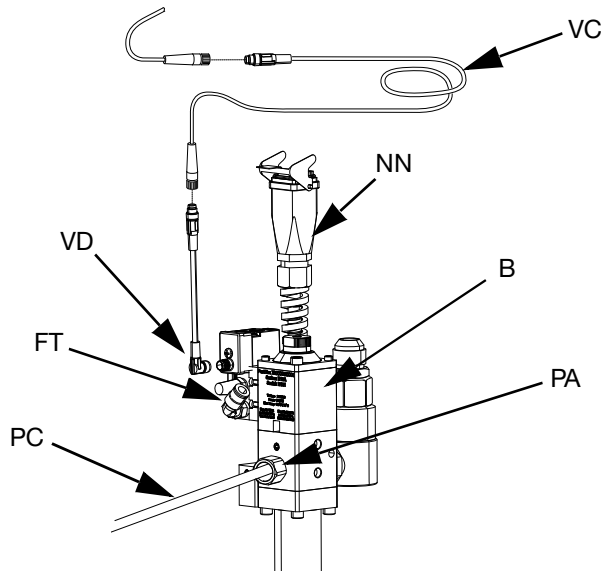

FIG. 31
12. Raccorder la conduite d'air (AR) (non fournie) au raccord d'air (FT) sur l'électrovanne de distribution. Voir le manuel d'Instructions – Pièces des vannes de distribution iQ. Voir FIG. 31.
- a. Connecter le câble de l'électrovanne (VC) à l'extrémité du câble du répartiteur M8 à 4 broches attaché au port 4 sur le moteur électrique (AB). Voir **Raccords de communication du moteur électrique** pour les élévateurs simples à la page 18. Voir FIG. 31.
- b. Connecter l'extrémité à 90 degrés du câble M8 à 4 broches à la vanne de distribution, et l'extrémité droite du câble de l'électrovanne au (VC). Voir FIG. 31.
- a. Connecter le câble de l'électrovanne de distribution au connecteur de l'électrovanne de distribution en tandem (YY) sur le bloc tandem (R).
- b. Connecter l'extrémité à 90 degrés du câble M8 à 4 broches (15N040) à la vanne de distribution, et l'extrémité droite du câble de l'électrovanne au (VC). Voir FIG. 31.
- c. Connecter une extrémité mâle du répartiteur M8 à 4 broches (TT) sur le bloc tandem (R) à l'extrémité du câble du répartiteur M8 à 4 broches attaché au port 4 du moteur électrique (AB) pour l'élévateur 1 et l'élévateur 2. Voir **Raccords de communication du moteur électrique** pour l'**Elévateur tandem** à la page 19.